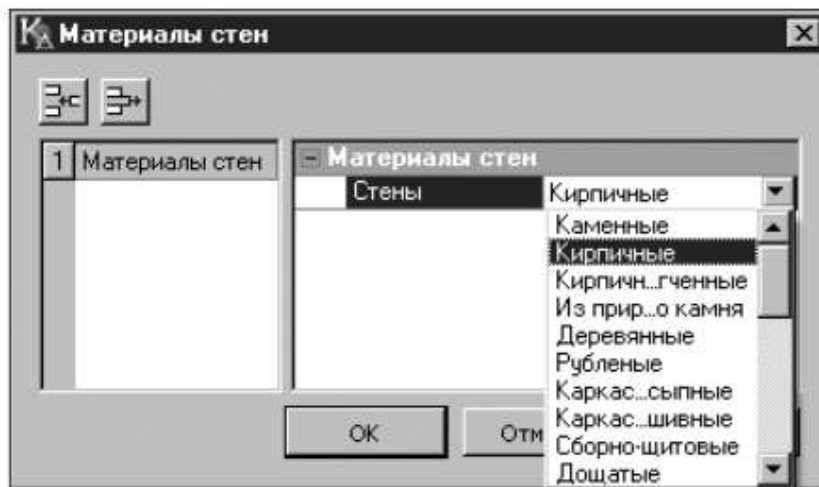

Рисунок 23– Материалы стен
23), в котором с помощью кнопки **Добавить**  создайте свойство и в правой части диалога выберите для него значение из списка – *Кирпичные* (рис. 23). Нажмите кнопку **ОК**.